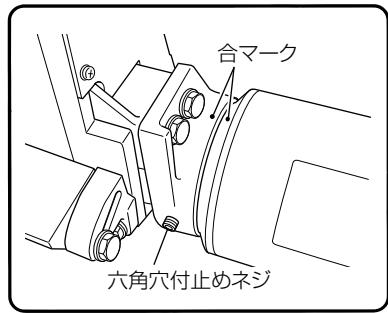

図17
- (2) 垂直位置で図17 のように合マークに合わせて六角穴付止めネジを確実に締付けてください。